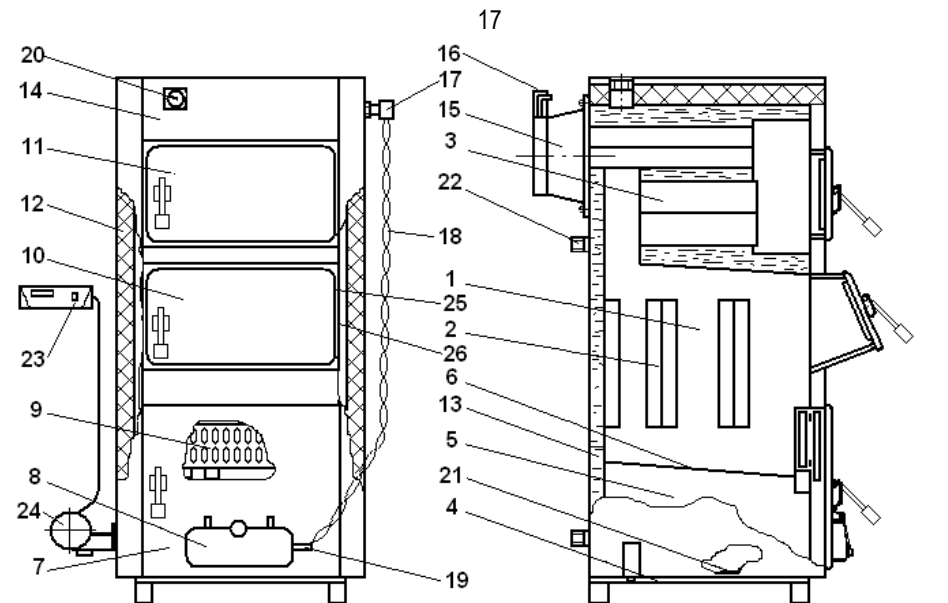

Рис. 1. Апарат опалювальний твердопаливний водогрійний АОТВ 12(В) ... 50(В).
Рис. 1а. Апарат опалювальний твердопаливний водогрійний АОТВ-10
- відкрити повністю шибер димоходу 16, повітряну заслінку 8 і через дверцята топки 9 (рис.1) провести розпал апарата, після чого їх закрити.